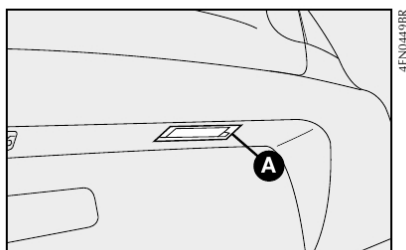

fig. 49
### Siena figs. 49 e 50
1) retirar a tampa acrílica forçando-a com uma chave de fenda nos pontos indicados pela letra **A-fig. 49**;